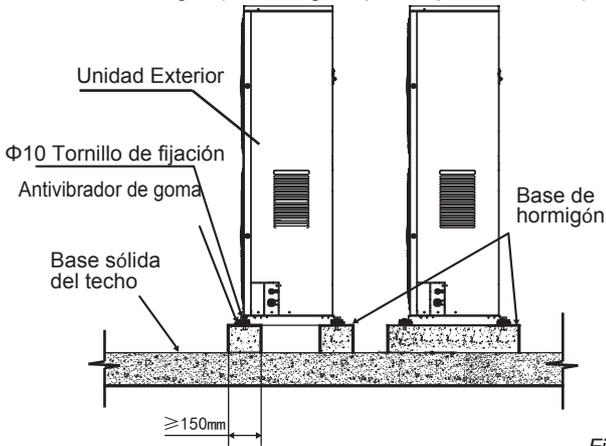

Fig.4-6
2. Base de hormigón (Vea la Fig.4-6 para la práctica común)